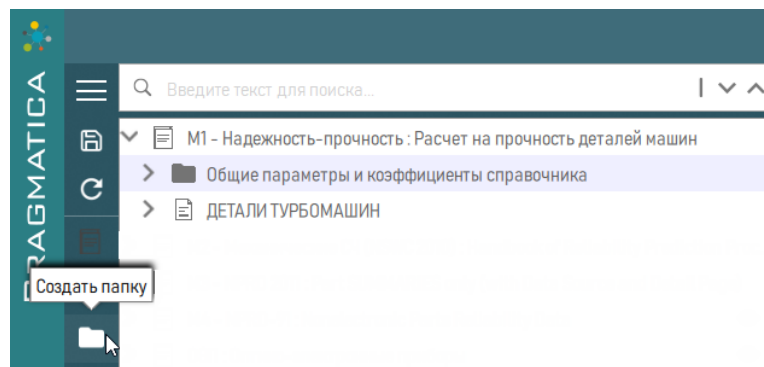

Рисунок 63 – Выбор «Создать папку»
5) При необходимости создать папку, например для папки «Общие параметры и коэффициенты справочника». Для создания папки выбрать папку и в секции рабочей панели нажать кнопку  «Создать папку» (рисунок 63).